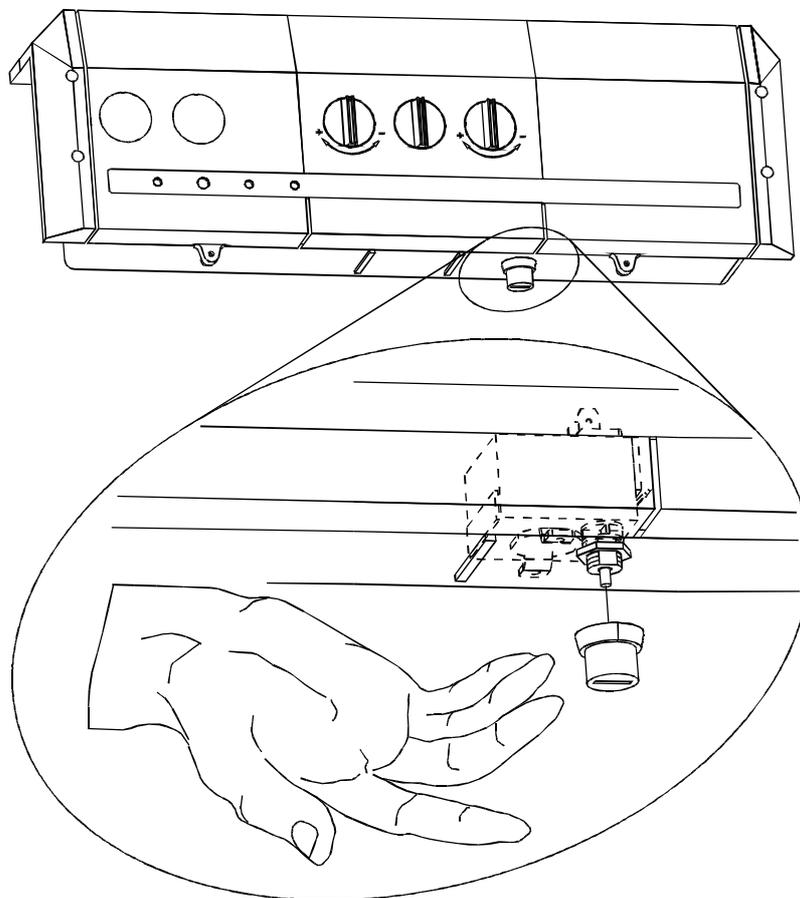

fig. 12
In caso di intervento del dispositivo, è necessario attendere almeno 10 minuti prima di premere il pulsante (TF) che è situato sotto il pannello comandi della caldaia. Per riarmare, rimuovere il pannello frontale della caldaia, togliere il tappo di protezione con un cacciavite e premere il pulsante (fig. 12).